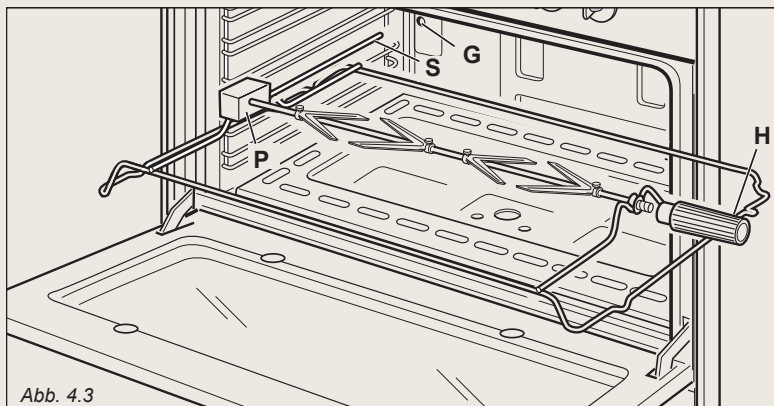

Abb. 4.3
- * Führen Sie den Spieß in die seitliche Zahnradöffnung "P" ein (Abb. 4.3)